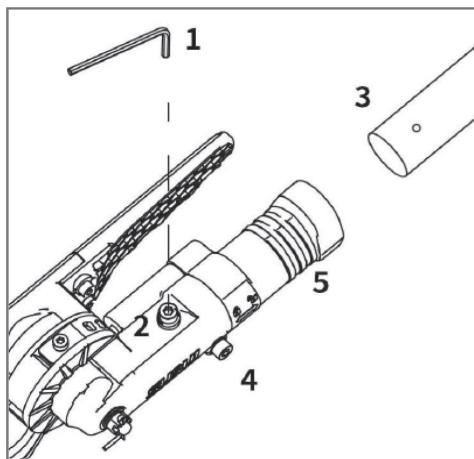

Рис. 4
- С помощью шестигранного ключа (1) выверните винт (2) и ослабьте винт (4).
- Вставьте конец алюминиевой штанги (3) в фиксатор установленного положения ножей (5), совместив отверстие на конце штанги с посадочным отверстием винта (2) в корпусе редуктора.
- С помощью шестигранного ключа (1) вверните винт (2) так, чтобы он прошел в отверстие на конце штанги и затяните винт (4) (рис. 4).